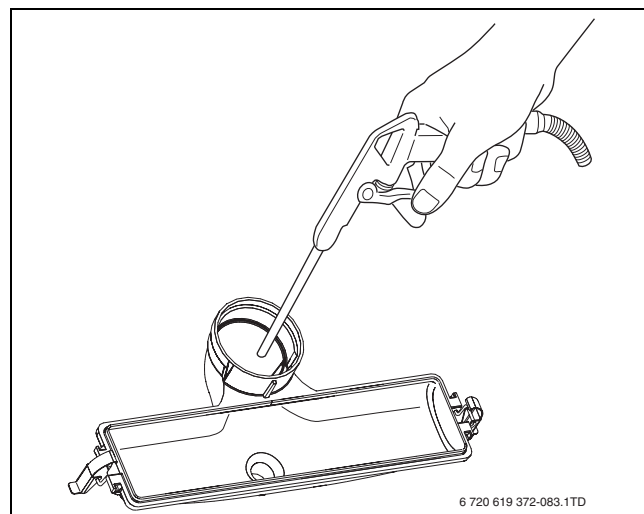

Fig. 97 Pulire la coppa di raccolta della condensa
- Pulire meccanicamente la coppa di raccolta della condensa (con aria compressa o con una spazzola morbida) e sciacquarla con acqua pulita (→ fig. 97).